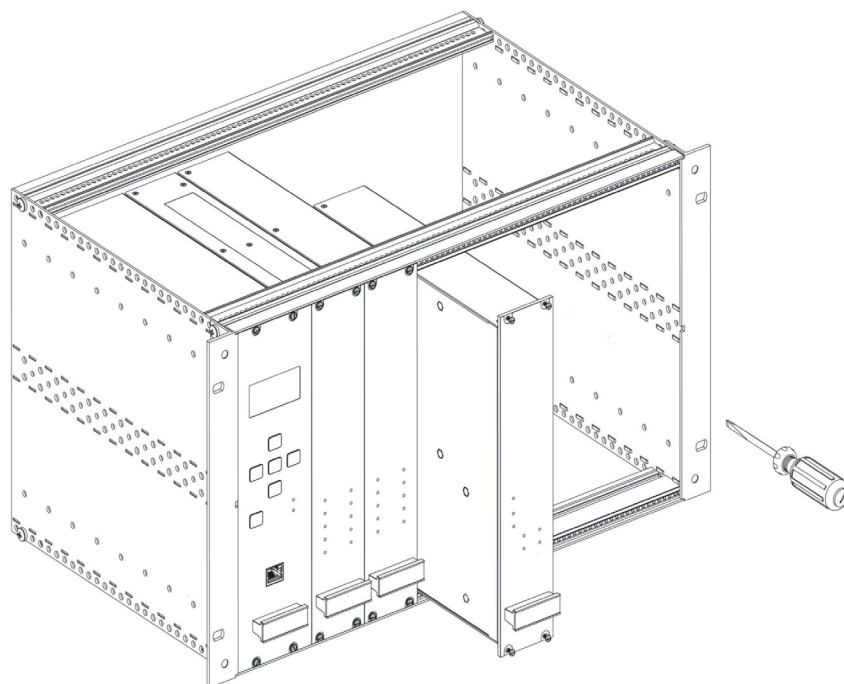

Fig. 2.-
1.- Posicione el módulo DT-324D junto al último módulo instalado sin dejar ningún espacio entre ellos. (Fig. 2).
3.- Atornille la carátula frontal del módulo a la guía superior e inferior de los perfiles frontales del subrack. (Fig. 2).
1.- Position the DT-324D module next to the last module installed, leaving no empty space between them. (Fig. 2).
3.- Screw the front panel to the top and bottom of the subrack sections (Fig. 2).
1.- Placez le module **DT-324D** à coté du dernier module installé sans laisser aucun espace vide entre eux. (Fig. 2).
3.- Visez le panneau à la guide haut et bas laquelle se trouve aux profilés frontaux du subrack (Fig. 2).